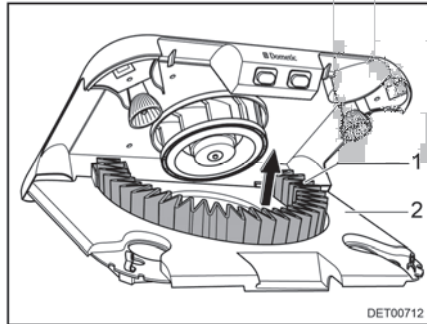

Bild 165 Aktivkohlefilter wechseln
- Aktivkohlefilter (Bild 165,1) nach oben aus der Halterung herausnehmen.
- Filterträger (Bild 165,2) nach oben schwenken, bis er einrastet.